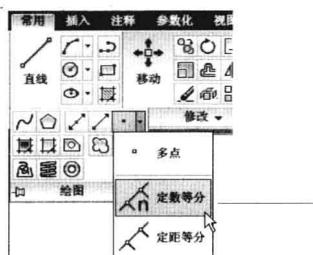

图 3-6-2
(1) 单击“圆心、半径”按钮 \odot ，单击两点，绘制一个圆。
(2) 选择菜单命令“绘图 / 点 / 定数等分”，或者单击“绘图”面板名称，展开面板，单击“多点”按钮 \square 右侧的下拉按钮，弹出隐藏按钮列表，选择“定数等分”按钮 \wedge 。
(3) 命令行提示“选择要定数等分的对象”，单击圆。
(4) 命令行提示“输入线段数目或[块 (B)]”，输入“6”，按 Enter 键。创建在圆周上 6 个等分距离的点对象，如图 3-6-2 所示。
(5) 右击“对象捕捉”按钮，在弹出的快捷菜单中选择捕捉类型为“节点”。